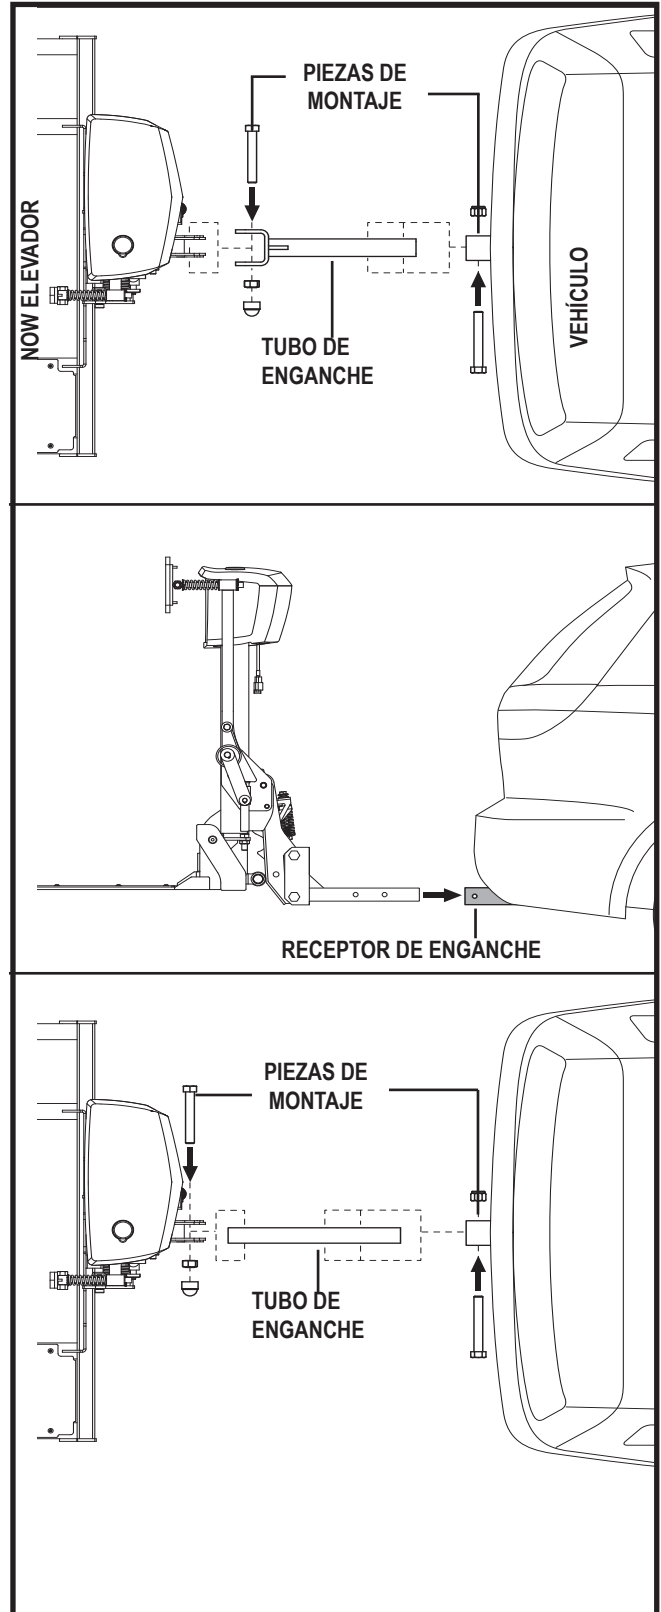

Figura 8. Montaje del tubo de enganche
2. Coloque el tubo de enganche en el elevador con los accesorios de montaje extraídos anteriormente. Realice la instalación en el sentido indicado en **la figura 8.**
3. Deslice el tubo de enganche en el receptor de enganche del vehículo alineando los orificios de junto al elevador con los orificios del receptor. **Ver figura 8.**
4. Afiance el tubo de enganche con el perno y la tuerca suministrados, introduciendo el perno en la parte fileteada del tubo de enganche. **Ver figura 8.**